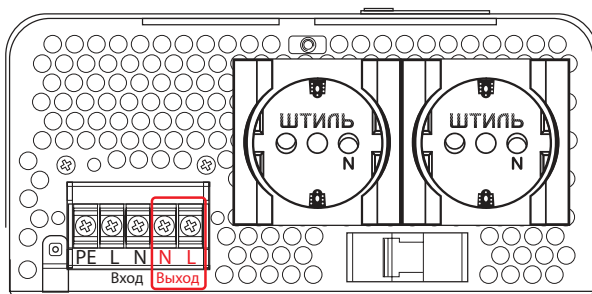

Рисунок 13. Стабилизатор Штиль IS2500, IS3000 и IS3500.
8. Убедившись в отсутствии напряжения на выходе стабилизатора, подключить нагрузку. Подключение нагрузки осуществляется у моделей IS350, IS550, IS1000, IS1500 и IS2000 к розеткам, у моделей IS2500, IS3000 и IS3500 к розеткам и к выводам «Выход N-L» (**рисунок 13**). Рекомендованное сечение кабеля для подключения нагрузки к выводам «Выход N-L» – 2,5 мм².